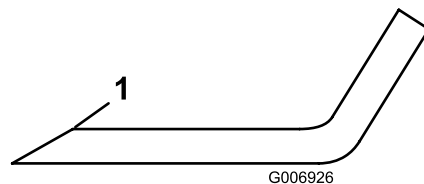

Figure 98
5. Examinez les tranchants de toutes les lames. aiguiser-les s'ils sont émoussés ou ébréchés. N'aiguiser que le haut du tranchant et conservez l'angle de coupe d'origine pour obtenir une coupe nette (Figure 98).
6. Si elles sont émoussées ou ébréchées, n'affûtez que le haut du tranchant et conservez l'angle de coupe d'origine (Figure 98).